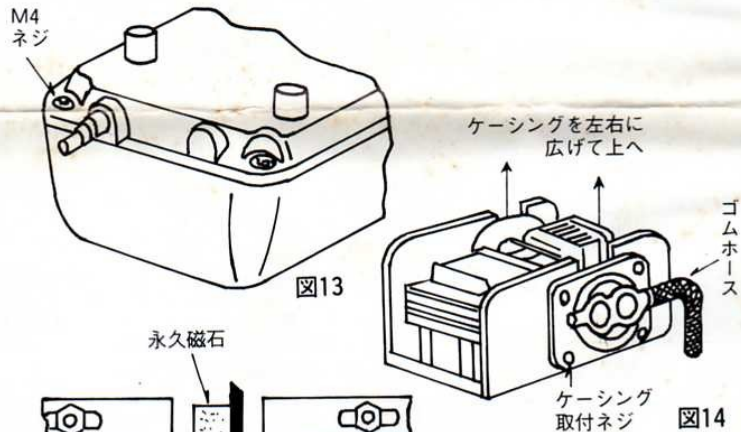

図13
1. ポンプ底面を上に向け、ネジ(M4×15)を外して、ハウジングを取る。(図13)